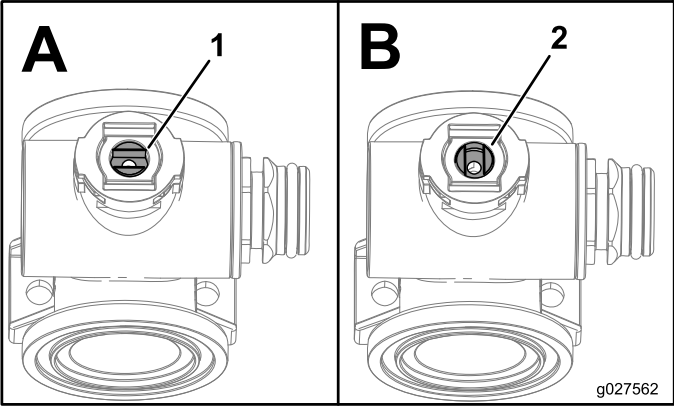

Figure 5
Remarque: Vérifiez que la tige de la vanne est à la position ouverte (partie A de la Figure 5).
11. Tournez la tige de la vanne de sorte à fermer la vanne (partie B de la Figure 5).